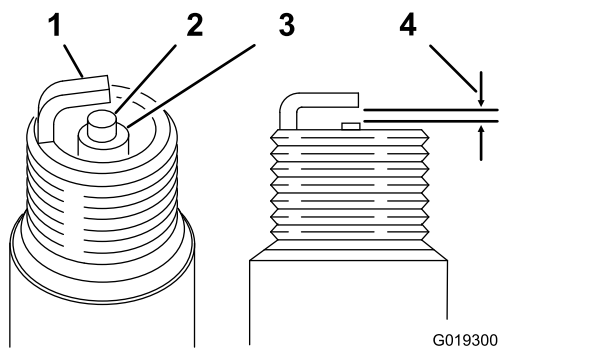

图33
空隙： 0.70~0.80mm；请参阅 图33
3. 将空隙设定为 0.70~0.80mm（图33）。